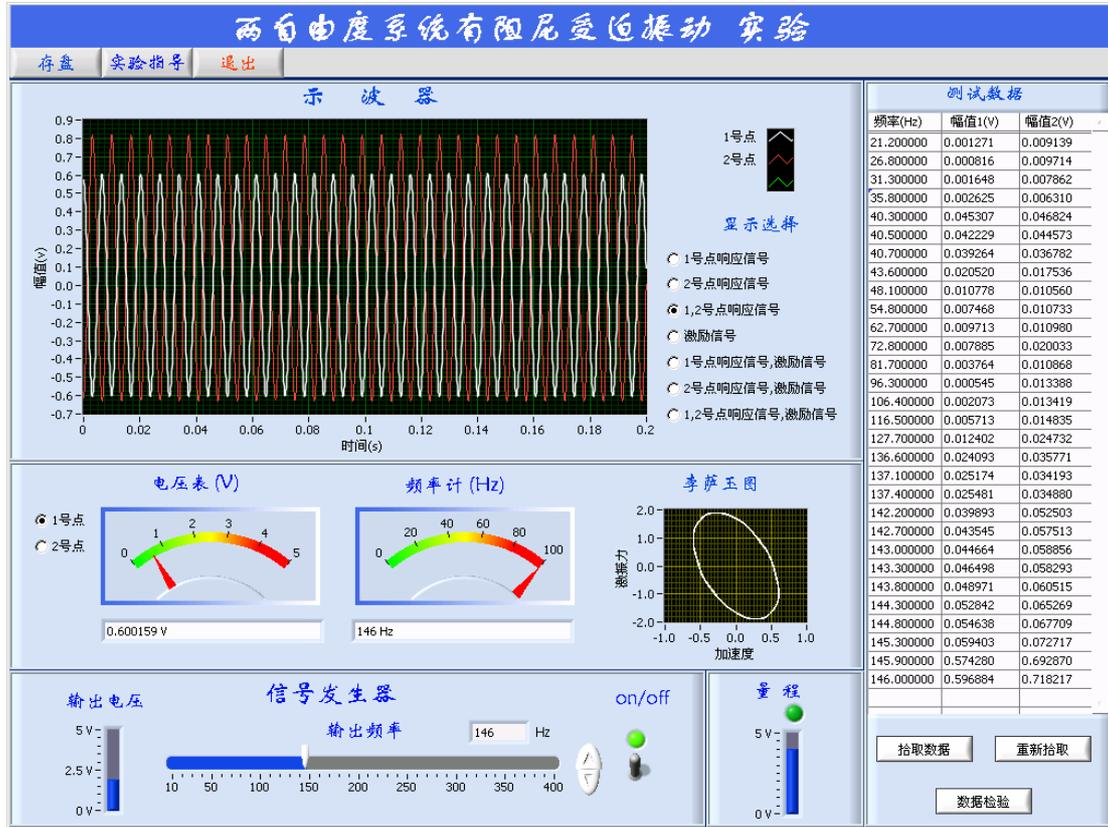

图 6-2 两自由度系统有阻尼受迫振动实验操作界面
3、从“综合振动综合实验系统”对话框（图 2），进入“两自由度系统有阻尼受迫振动”实验操作界面（图 6-2）。